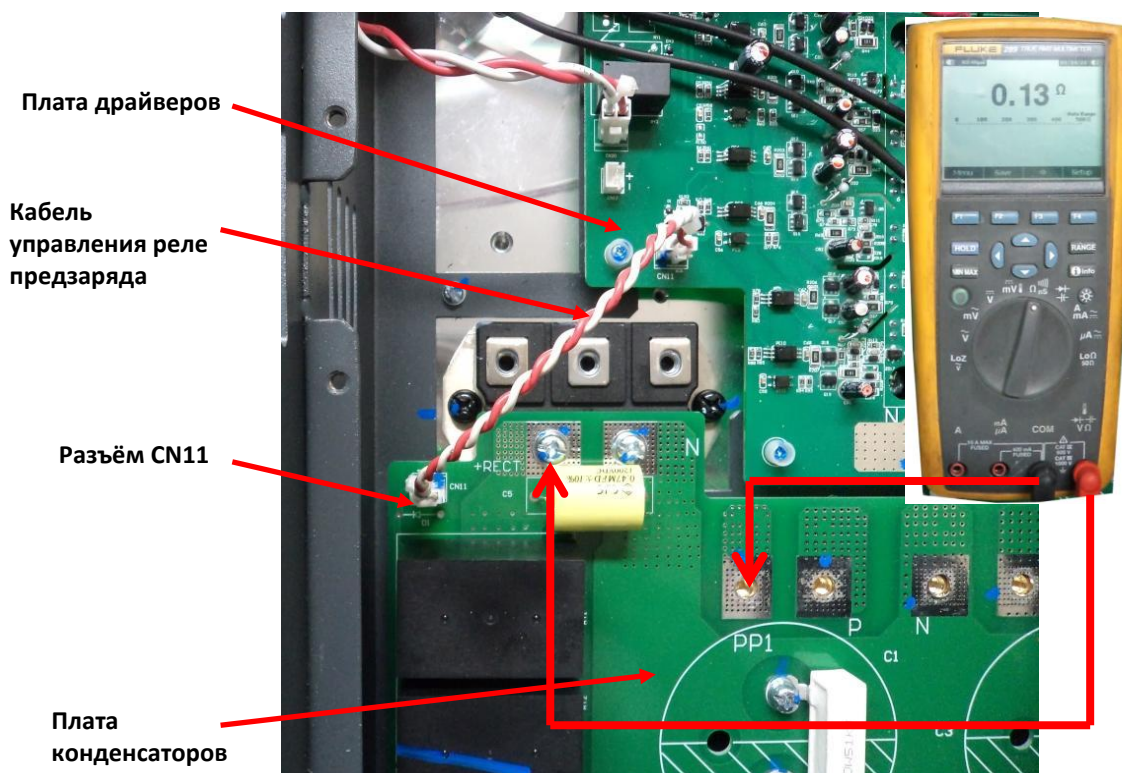

Рис.4.21
4.12.4. Включить источник ИП540. Дождаться появления нормальной индикации на пульте управления. Произвести, повторно, измерение сопротивления между контактными площадками «+RECT» и «PP1» платы конденсаторов. Значение сопротивления должно быть **0** Ом (рисунок 4.21).
- 4.12.7. Отсоединить от разъёма CN11 платы конденсаторов разъём кабеля управления реле предзаряда (рисунок 4.21).